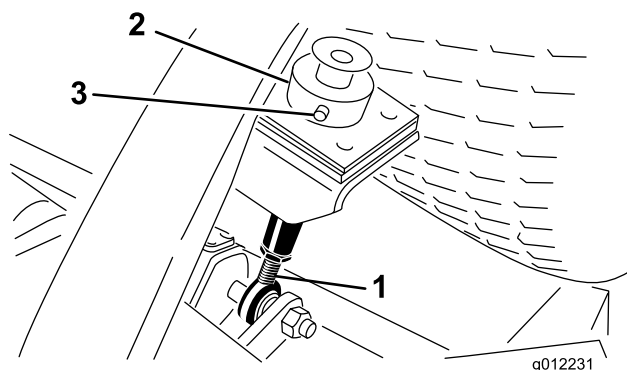
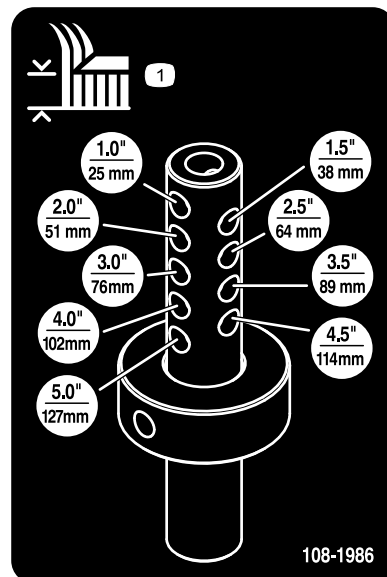

Figura 8
Figura 9
5. Retire el pasador de horquilla y el pasador que fijan el collar de ajuste de la altura de corte a la varilla de ajuste de la altura de corte en la parte trasera de la unidad de corte (Figura 8).
6. Alinee el collar de ajuste de la altura de corte con los taladros de ajuste de la altura de corte deseados de la varilla de ajuste de la altura de corte (Figura 8 y Figura 9).